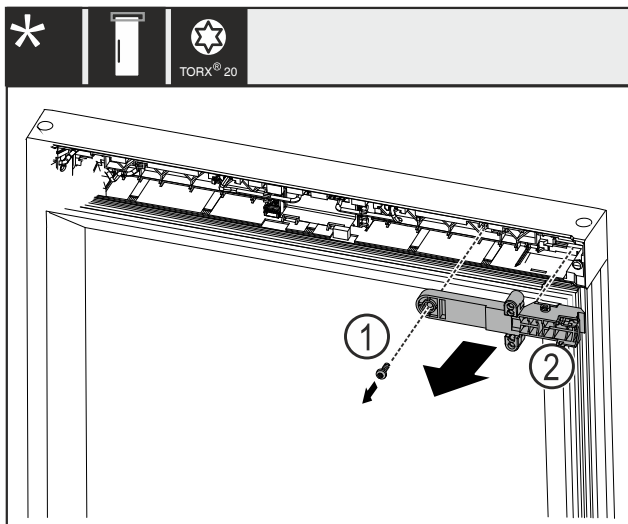

Fig. 22
- ▶ Wyciągnąć śrubę Fig. 22 (1).
- ▶ Zdjąć element mocujący zamka Fig. 22 (2).